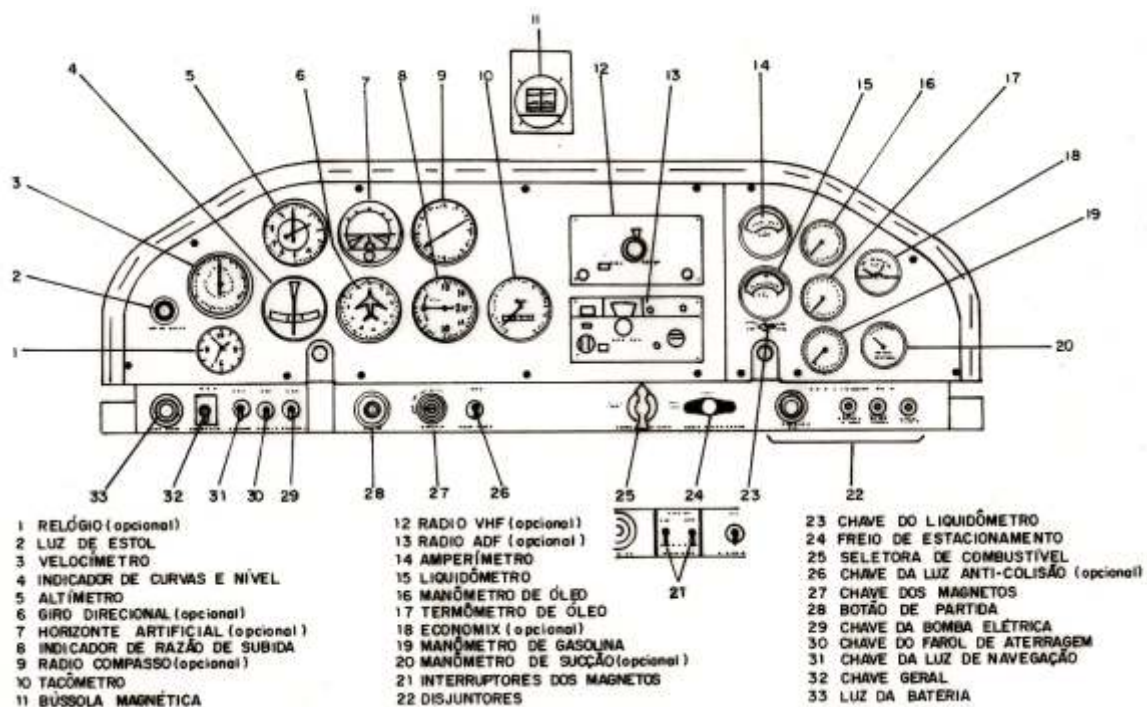

FIG. 2
Existem dois interruptores para os magnetos localizados na parte esquerda do painel auxiliar (Fig. 2 nº 21).
Possuem duas posições: “LIGADOS” e “DESLIGADOS”. O interruptor esquerdo liga o magneto esquerdo quando na posição “LIGADOS”, desligando-o quando na posição “DESLIGADOS”. O mesmo ocorre em relação ao magneto direito., acionando-se o interruptor direito. ( em vôo ambos os magnetos devem permanecer ligados). A posição “DESLIGADOS” serve para a verificação no solo, do funcionamento do motor em um único magneto (esquerdo e direito). Ambos os interruptores são protegidos por uma guarda de alumínio. Existe também o sistema de chave de 4 posições (Fig. 2 nº 27).
Localiza-se (Fig. 2 nº 28) a esquerda do painel auxiliar. Calçando-o a bateria fornece corrente para um solenóide que se fecha, acionando o motor de partida, basta solta-lo e o motor de partida estará desligado. Aloja-se em uma depressão, para evitar um acionamento inadvertido.
De acionamento mecânico. Localiza-se na (Fig. 2 nº 10) ao centro do painel de instrumentos.
Indica a temperatura do óleo do motor em Graus Farenheit. Localiza-se (Fig. 2 nº 17) à direita do painel de instrumentos.
Indica a pressão do óleo do motor em libras por polegadas quadrada. Localiza-se (Fig. 2 nº 16) à direita no painel de instrumentos.
Indica a pressão do combustível em libras por polegadas quadrada. Localiza-se (Fig. 2 nº 19) à direita no painel de instrumentos.
Indica a velocidade do avião em m.p.h e Knots. Localiza-se (Fig. 2 nº 3) a esquerda no painel de instrumentos. É conectado ao tubo de pitot e aos orifícios de pressão estática.
Indica a altitude em pés, localiza-se (Fig. 2 nº 5) a esquerda no painel de instrumentos, é conectado aos orifícios de pressão estática.
Indica a velocidade de subida em f.p.m. Localiza-se (Fig. 2 nº 8) a esquerda do painel de instrumentos. É conectado aos orifícios de pressão estática.
Indica a pressão do sistema de vácuo em polegadas de mercúrio. Localiza-se (Fig. 2 n° 20) a direita no painel de instrumentos
Filtra o ar da cabine enviando-o ao sistema de vácuo. Localiza-se (Fig. 2 n° 21) a direita do painel de instrumentos.
Indica a situação do eixo da fuselagem em relação ao horizonte. Localiza-se (Fig. 2 n° 7) à esquerda no painel de instrumentos. É conectado a bomba de vácuo acionada pelo motor
Indica a direção do eixo da fuselagem em relação aos meridianos terrestres. Localiza-se (Fig. 2 n° 8) a esquerda do painel de instrumentos. É conectado a bomba de vácuo acionada pelo motor.
Indica a direção do avião em relação ao norte magnético. Localiza-se (Fig. 2 n° 11) sobre o painel de instrumentos.
Rotativa, comando manual, 3 posições (direito – fechado – esquerdo); seleciona do tanque a ser usado. Funcionamento auto-explicativo. Localiza-se (Fig. 2 n° 25) à direita do painel de instrumentos acessível de ambos os assentos.
Localiza-se (Fig. 2 n° 15) à direita no painel de instrumentos. O liquidômetro indica 1, 2, 3 e 4 quarto da capacidade do tanque selecionado pela chave seletora (23).
Localiza-se (Fig. 2 n° 23) à direita do painel de instrumentos. Colocando-a na posição “TANQUE DIREITO” indica a quantidade de combustível no tanque direito; na posição esquerda indica a quantidade de combustível no tanque esquerdo.
Localiza-se (Fig. 2 n° 32) à esquerda no painel auxiliar de instrumentos. Posição “DESLIGADA” isola o alternador e a bateria do sistema elétrico do avião. Posição “LIGA”: alternador alimenta todo o sistema: alternador inoperante e chave geral na posição “LIGA” a bateria fornecerá corrente ao sistema.
Massa do sistema: a própria estrutura do avião: todo o circuito elétrico é protegido por disjuntores térmicos, através dos quais a corrente elétrica é distribuída ao sistema. Localiza-se (Fig. 2 n° 22) à direita no painel auxiliar de instrumentos. São identificados por legendas individuais colocados sobre cada um. Na ocorrência de sobrecarga em determinado circuito, a elevação de temperatura fará os disjuntores desligá-lo. Calçando-o novamente, restabelecerá o fornecimento de energia.
Localiza-se (Fig. 2 n° 14) à direita no painel de instrumentos. Indicações no lado positivo (à direita) alternador funcionando. Indicação do lado negativo (à esquerda): Alternador inoperante.
Localiza-se (Fig. 2 n° 33) à esquerda no painel auxiliar de instrumentos: Luz verde: Sistema elétrico sendo alimentado pela bateria ou alternador.